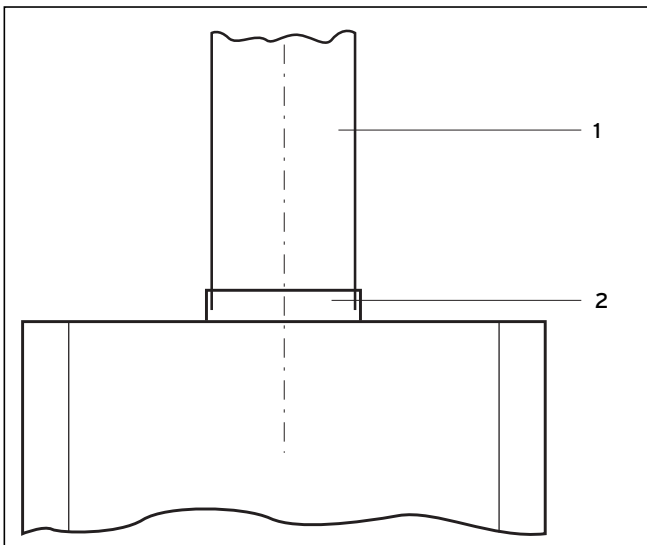

Fig. 5.1 Raccordement du conduit d'évacuation des produits de combustion
- Insérez le conduit d'évacuation des produits de combustion **(1)** dans son raccord **(2)** au niveau de la coupe tirage ; voir fig. 5.1, Raccordement du conduit d'évacuation des produits de combustion.